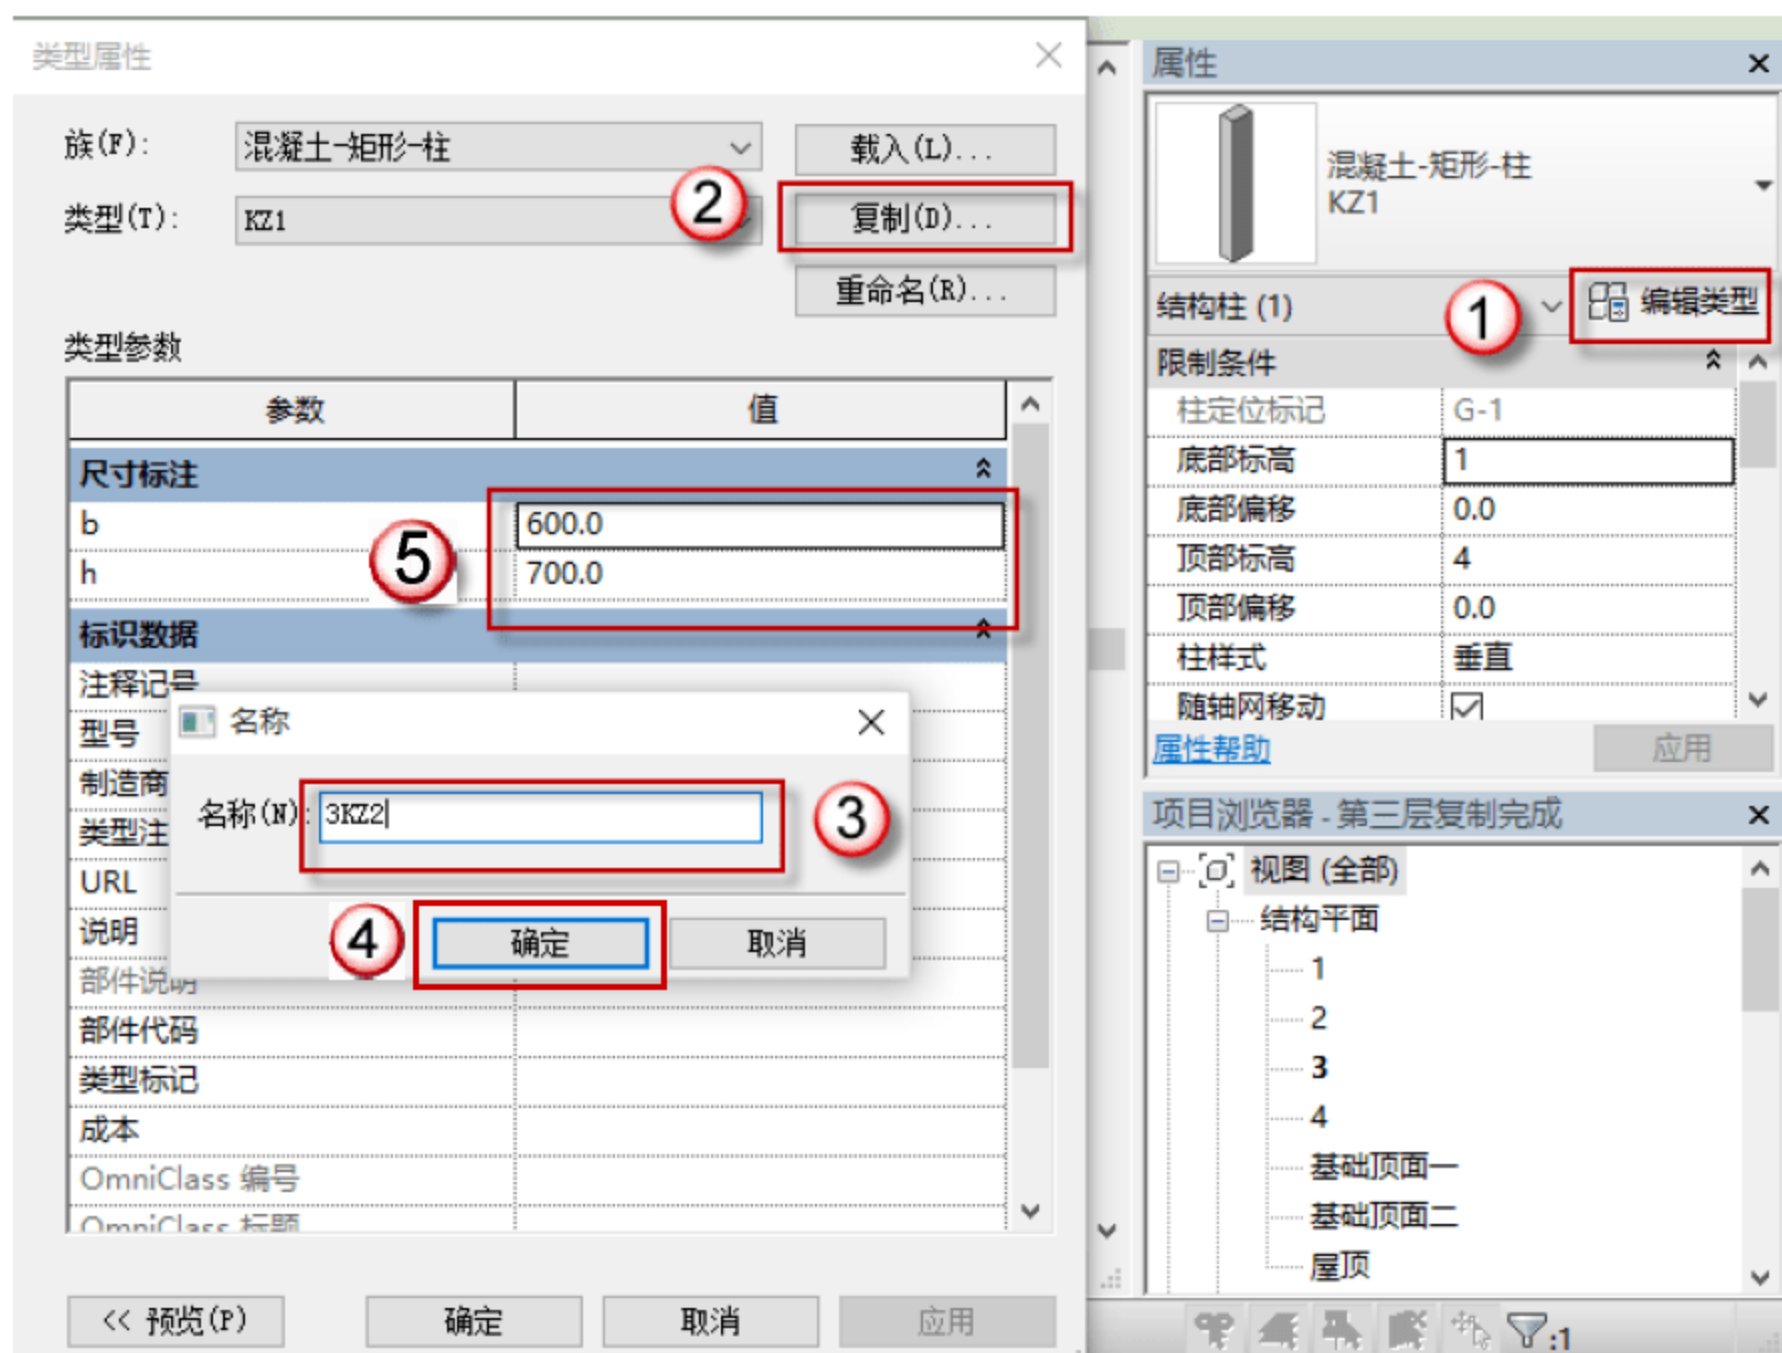

图 4.4.3 修改 KZ2
(3) 修改 KZ2 的参数以及名称，单击 KZ2 对象，单击“编辑类型”按钮，在弹出的对话框中，单击“复制”按钮，在弹出的对话框中命名新的族名称“3KZ2”，单击“确定”按钮，在“尺寸标注”栏中修改截面参数，如图 4.4.3 所示。